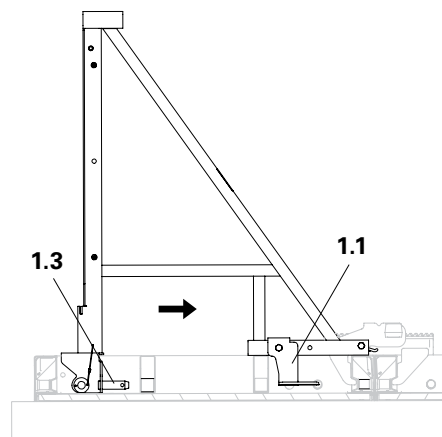

Fig. A3.06
4. Introduire la console MXK dans les trous de raccordement des entretoises perforées de l'élément avec les têtes de raccordement supérieure et inférieure (1.3/1.1). (Fig. A3.06 + A3.07)